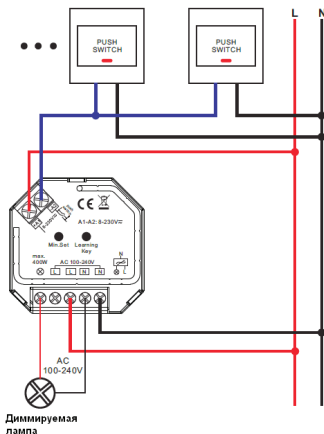

Рис.2. Схема подключения.
- 3.3. Подключите нагрузку к выходу OUTPUT, соблюдая расположение проводов: L-фаза, N-ноль (Рис.2).